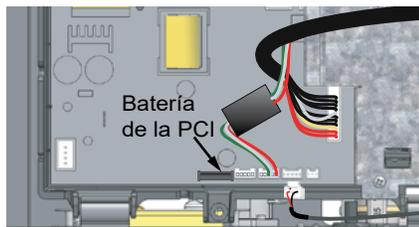

Figura 36 - Ubicación de la batería en la PCI
- 4 Encuentre la ranura para la batería estilo "moneda" en la parte inferior de la PCI, como se muestra en la Figura 36